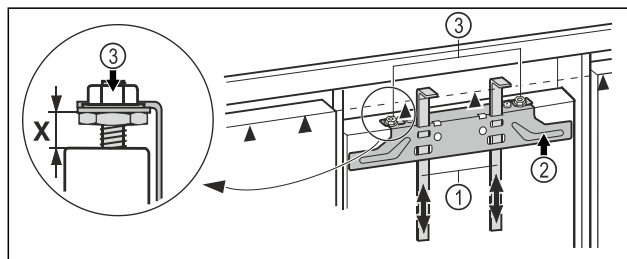

Fig. 19
- Pousser les aides au montage Fig. 19 (1) à hauteur de la porte du meuble. Bord de butée inférieur ▲ de l'aide au montage = bord supérieur de la porte du meuble à monter.
- Dévisser la traverse de fixation Fig. 19 (2) avec les contre-écrous Fig. 19 (3).